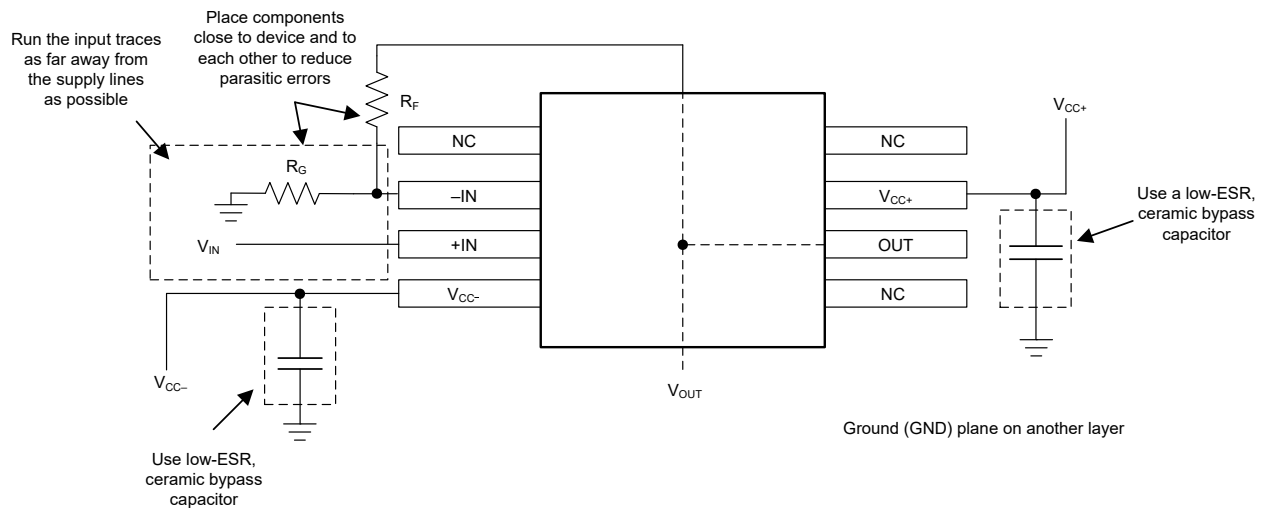

図 6-4. 非反転構成のオペアンプ基板のレイアウト
4. 外付け部品は、可能な限りデバイスに近く配置します。図 6-4 は、寄生容量を最小限に抑えるため、 R_F と R_G は反転入力に近くに配置する方法を示します。